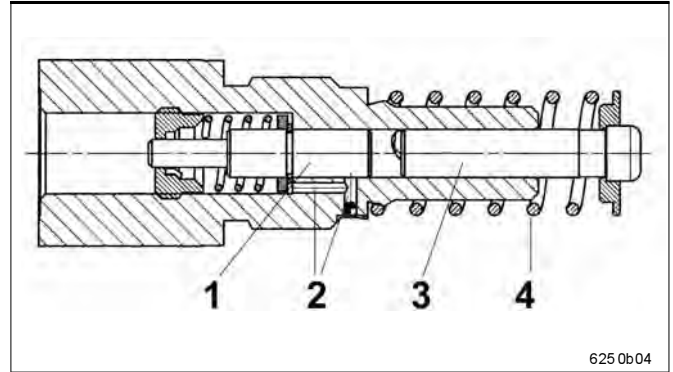

Abb. 2-5 Schnittdarstellung Pumpenelement B7
- Das Pumpenelement B7 ist besonders für den Einsatz in verschmutzter Umgebung geeignet, da der geförderte Schmierstoff über eine Bypassbohrung 2 (Abb. 2-5) am Rückschlagventil 1 vorbeigeführt wird.